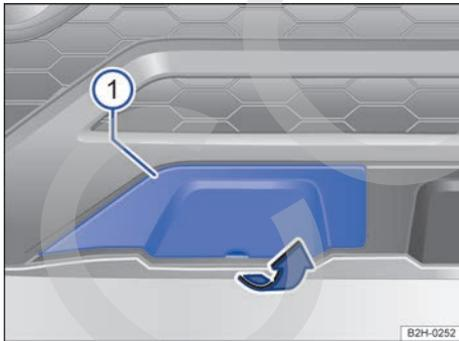

Fig. 210 En el lado derecho del paragolpes delantero: tapa.
El alojamiento del gancho para remolque enroscable se encuentra en el lado derecho del paragolpes delantero detrás de una tapa → **fig. 210** **!**.
- Introduzca la mano por el rebaje de la tapa y retire la cubierta en el sentido de la flecha → **fig. 210**.